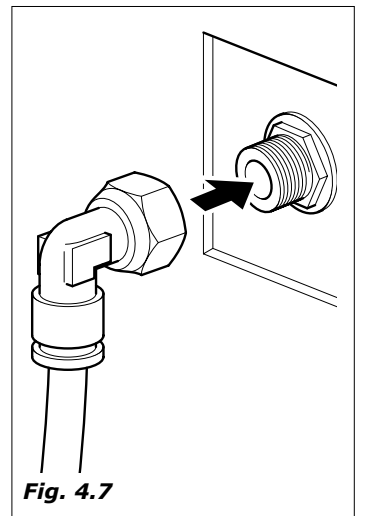

Fig. 4.7
- la conexión prevista es de 3/8 macho (Fig.4.7).